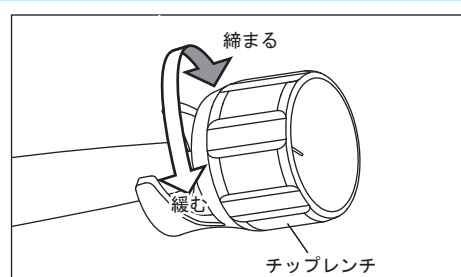

図5
- 2) 取り付けたチップ交換レンチの穴を通して、チップの四角の部分に合わせて差し込みます。次にチップ交換レンチの穴を回して、「カチッ、カチッ」と空回りするまで締め付けます。(図5)
取り外すときは、緩む方向へ回します。(図5)